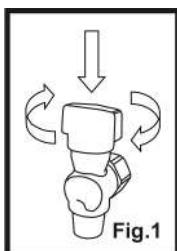

Fig.1
- La válvula (Fig.1) está provista de un dispositivo de seguridad.
- The valve (Fig. 1) is equipped with a safety device.